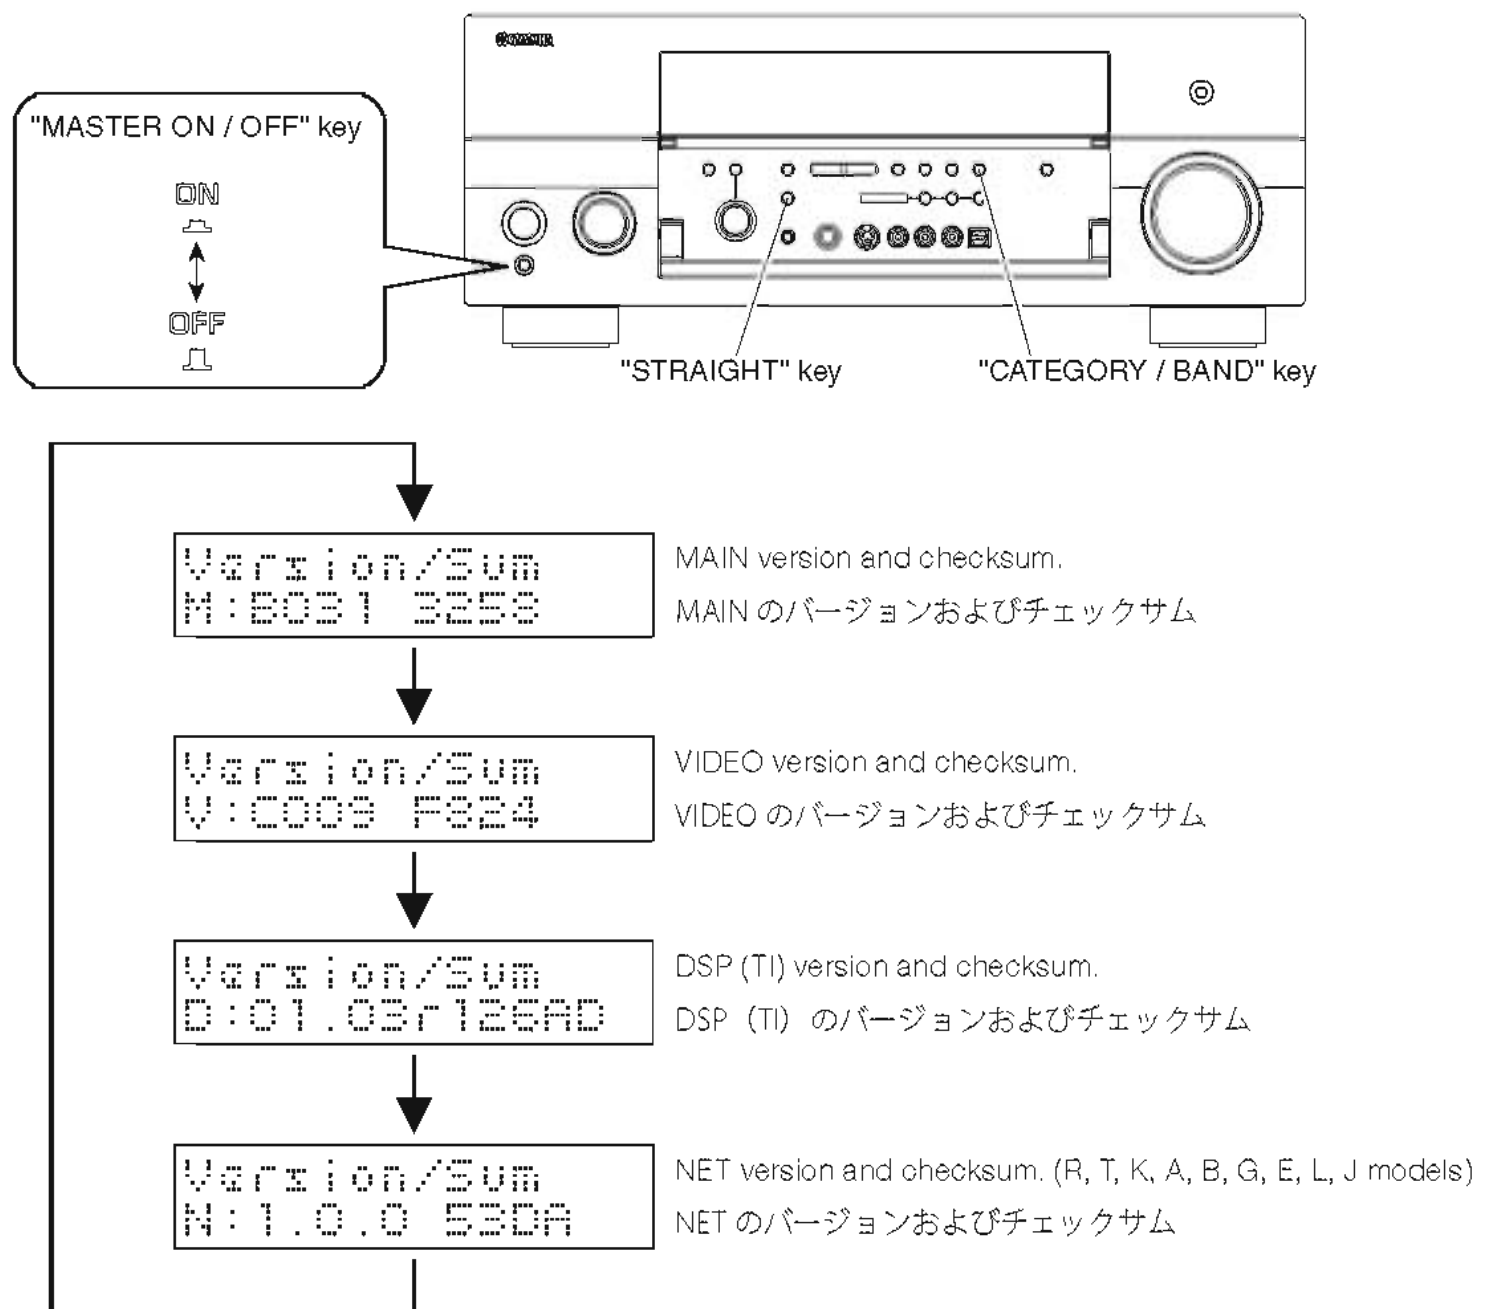

Fig. 6
1. Press the "MASTER ON/OFF" key of this unit while simultaneously pressing the "STRAIGHT" key of this unit. Then the ADVANCED SETUP mode is activated. (Fig. 6)
2. Keep pressing the "CATEGORY / BAND" key for about 3 seconds (Fig. 6)
1. 本機の "STRAIGHT" キーを押しながら "MASTER ON/OFF" キーを押し、アドバンスドセットアップを起動します。(Fig. 6)
2. 本機の "BAND" キーを約3秒間押し続けます。(Fig. 6)